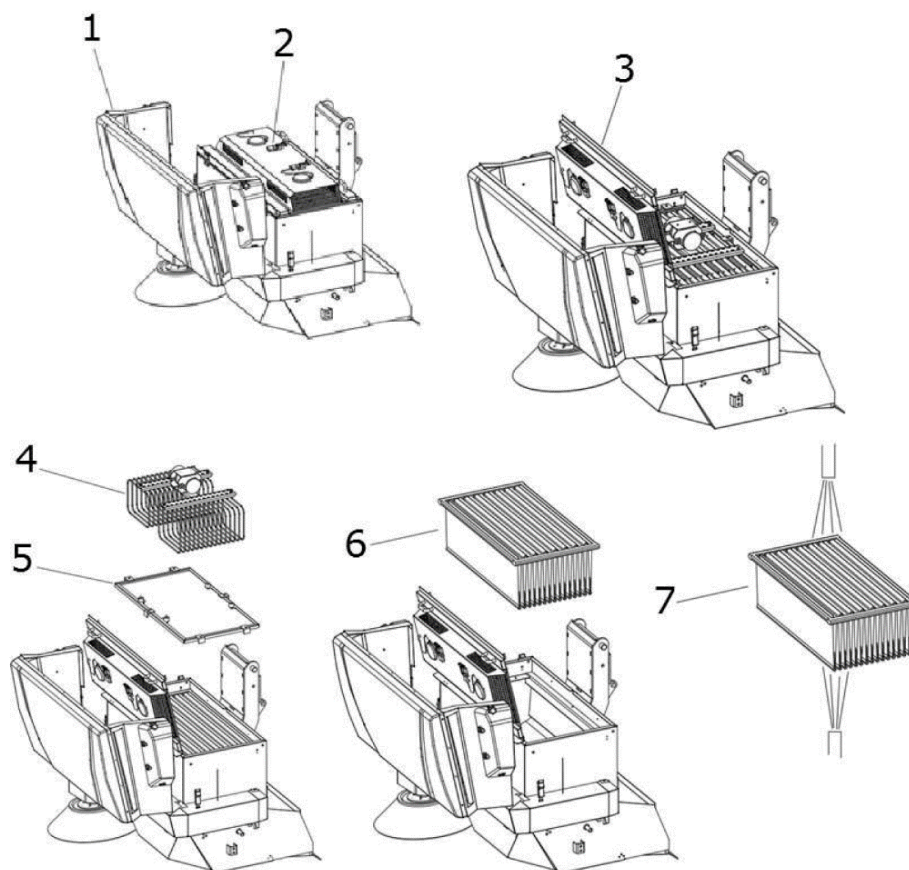

Рис. 48
- Откройте крышку фильтра **Дет. 1 Рис. 48**;
- отсоедините штифты всасывающих двигателей **Дет. 2 Рис. 48**;
- поднимите опору всасывающих двигателей **Дет. 3 Рис. 48**;
- разберите каркас вибратора **Дет. 4 Рис. 48**;
- разберите раму фильтра **Дет. 5 Рис. 48**;
- разберите фильтр **Дет. 6 Рис. 48**.
Чтобы очистить его, сначала нужно встряхнуть (не сильно), затем тщательно очистить, с помощью пневматического пистолета или аналогичной продувки снаружи внутрь, как показано в **Дет. 7 Рис. 48**. При повторной сборке убедитесь, что черная уплотнительная прокладка всегда была правильно установлена и отцентрирована.